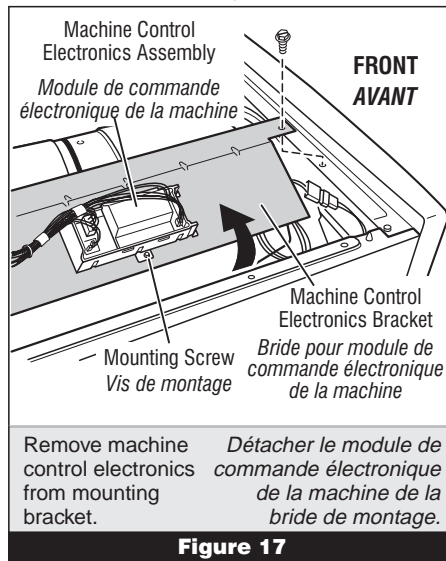

Figure 17
2. Slide the bracket over the top of the drum to access the machine control electronics connectors and mounting screw. See figure 17.
2. Remove the screw holding the machine control electronics assembly to the mounting bracket. See figure 17.
2. Faire glisser la bride par-dessus le sommet du tambour pour accéder aux connecteurs du module de commande électronique de la machine et à la vis de montage. Voir figure 17.
2. Ôter la vis fixant le module de commande électronique de la machine sur la bride de montage. Voir figure 17.